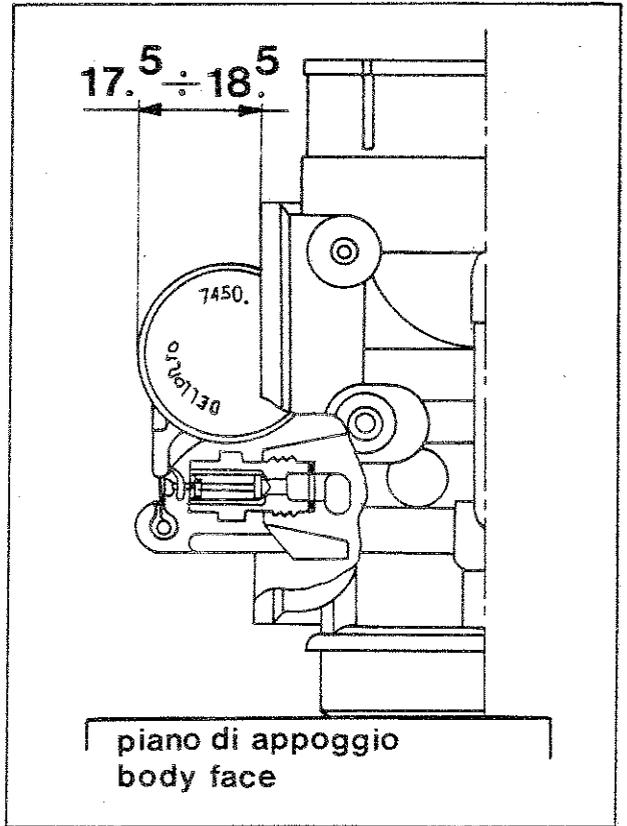

Fig. 7
- 5) Galleggianti e dispositivo di intercettazione della benzina: verificare l'integrità dei galleggianti ed il buon funzionamento del dispositivo di intercettazione della benzina, alzando delicatamente con le dita i galleggianti, a carburatori montati e con i rubinetti aperti. A carburatori smontati si può effettuare il controllo del livello dei galleggianti: accertarsi che il galleggiante sia del peso stabilito ed indicato sullo stesso, non presenti alcuna deformazione e ruoti liberamente sul suo perno. Tenere il corpo carburatore nella posizione indicata in modo che il bilanciere galleggiante sia a leggero contatto con lo spillo e lo spillo stesso con la sede. In questa condizione controllare che i due semigalleggianti siano, rispetto al piano del corpo, alla quota prescritta (Fig. 7).
The float height can be measured as follows: make sure that the float is of the specified weight (that is marked on the float) is not warped and can move freely on its pivot. Place the carburetor as in Fig. 7 so that the float arm is in light contact with the needle. The needle should be in contact with its seat. In this position both floats should be at the specified height from carburetor float chamber surface (refer to Fig. 7).